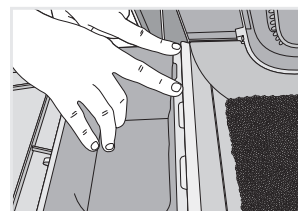
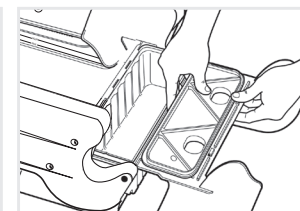

Fig. 1
Fig. 2
- Placer un bac de récupération jetable sous le couvercle du socle du bac de récupération. Veiller à ce que le devant du bac de récupération se trouve sous les cinq languettes (Fig. 1). Il ne doit pas y avoir de jeu entre le bac à litière et le bac de récupération. Fixer le couvercle du bac de récupération en insérant les languettes dans les trous ronds. Pousser aux endroits indiqués pour le fixer bien en place (Fig. 2).